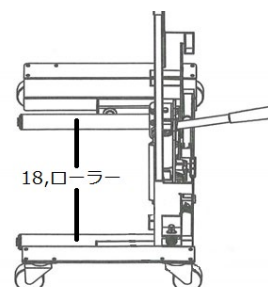

図 6
- ④ 18, ローラーを持ち上げるタイヤの下に、奥まで確実に挿入してください（図6参照）。